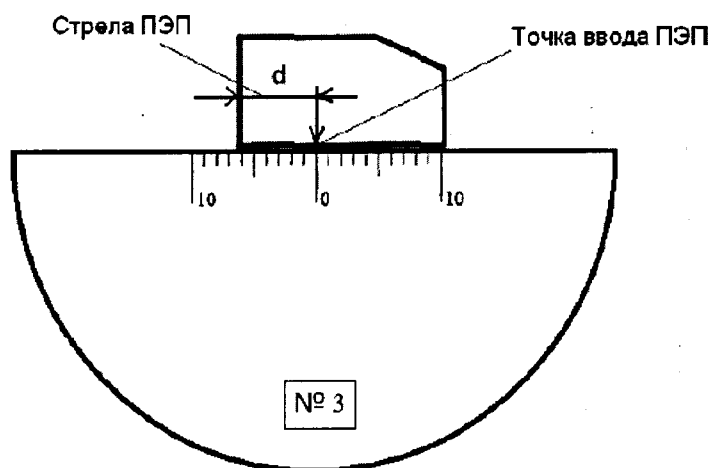

Рисунок 18 - Определение точки ввода преобразователя
- метка «0» на мере №3, перенесенная на боковую поверхность преобразователя, указывает на точку ввода преобразователя (рисунок 18).